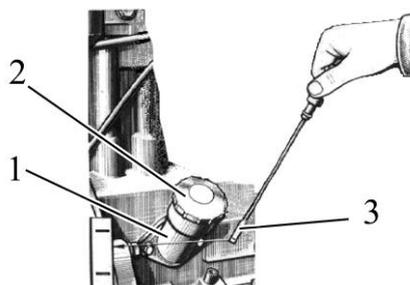

Рис. 7.2 – Проверка уровня масла в картере двигателя
- извлеките масломер 3 (рисунок 7.2), протрите его начисто и вновь установите его на место до упора;